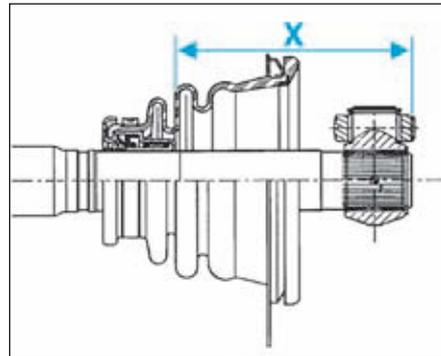

FIG.8
- Relever la cote (X) comprise entre la partie avant du roulement et l'extrémité de l'arbre de transmission (Fig.8).